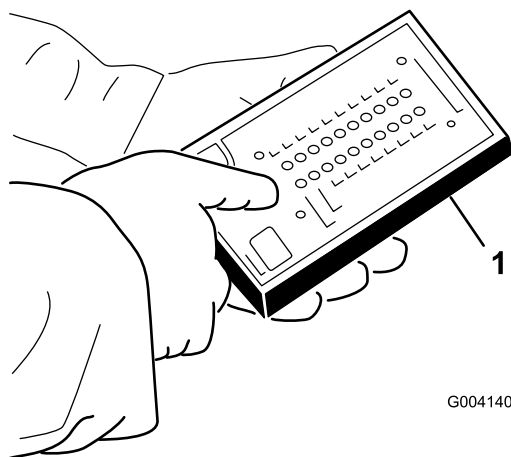

Figure 48
- Branchez le connecteur de l'affichage de diagnostic ACE au connecteur du faisceau de câblage (Figure 48).